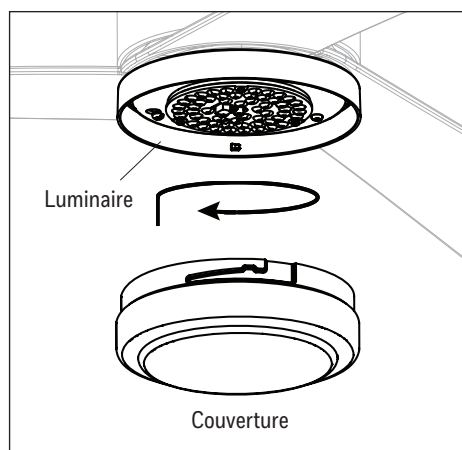

Figure 5.10
10. Fixez l'couverture sur le plaque à lumière en tournant l'couverture dans le sens des aiguilles d'une montre jusqu'à ce qu'il soit fermement fixé au plaque du luminaire. **MISE EN GARDE :** Évitez de déformer le filetage en installant l'couverture. Si l'couverture fait l'objet d'une installation inadéquate, il pourrait être difficile à retirer ou même tomber (Figure 5.10).